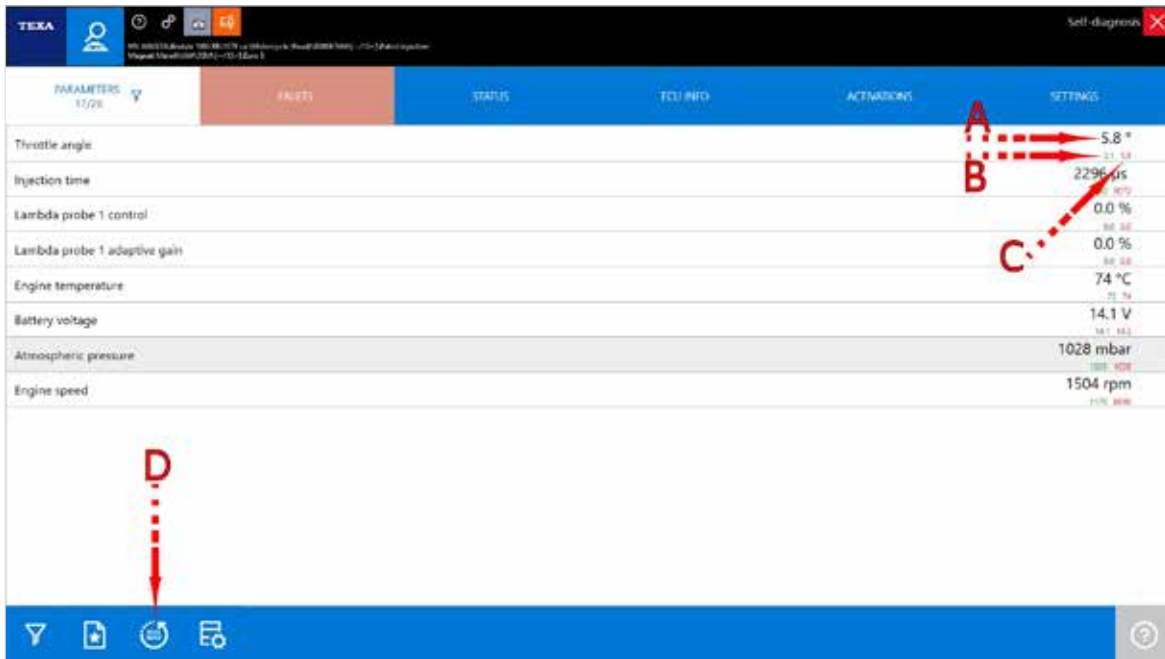

Figura 80
In Figura 80 è possibile vedere che il valore della farfalla motore è attualmente al 5.8° (A), ma nella sessione di autodiagnosi è stato registrato anche valore minimo di 2.1° ed uno massimo di 5.8° (B e C).